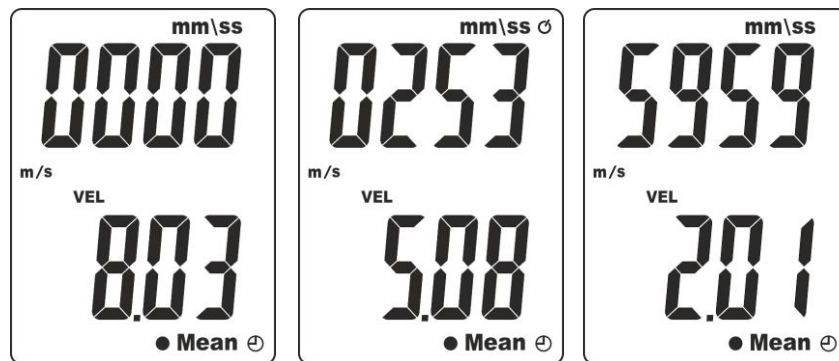

Fig. 9: Valor médio da velocidade calculado no tempo
5. Premir durante cerca de (>2s) o botão **MEAN**. Os símbolos “Mean” e “⌚” e a velocidade do ar são apresentados respetivamente na parte inferior do display e no display secundário enquanto os símbolos “0000” e “mm/ss” (Timer expresso em minutos/segundos) são apresentados no display principal (ver Fig. 9 – parte esquerda)
6. Premir o botão **ENT** para ativar o tempo de medida (campo: **1s ÷ 59min, 59sec**) indicado no display principal enquanto a velocidade do ar está sempre em execução (ver Fig. 9 – parte central referida a um tempo de medição de 2min e 53s)
8. Premir o botão **MEAN** para terminar a medição. Os símbolos “Mean” e “⌚” ficam intermitentes no display e o valor da média calculada no tempo de medida nos valores salvos com um intervalo de amostragem fixo de 1s é apresentado no display secundário (ver Fig. 9 – parte direita)
9. Para o tempo de medida de mais de **20 minutos** (ver Fig. 9 – parte direita) é necessário desativar o desligamento automático do instrumento (ver § 4.4)